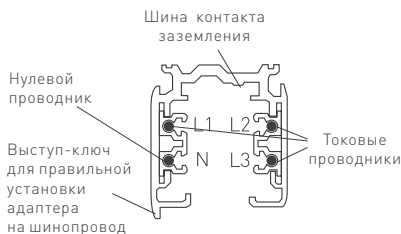

Рисунок 1.
- 1) На шинопроводе «нейтраль» (N) является контактом, находящимся со стороны выступа-ключа на шинопроводе (рис. 1).